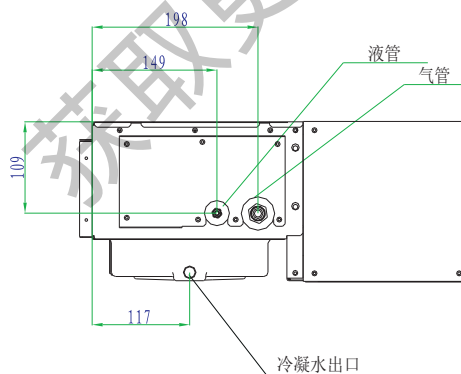

图6.3 管连接的位置
- (5) 内机制冷剂进出管和冷凝水出管位置见图6.3(单位：mm)